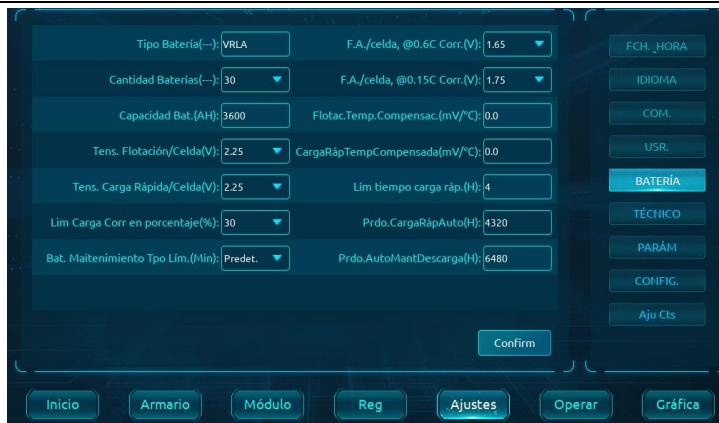

Figura 5-3 Período de ajuste para la descarga automática de la batería
- 2) Ingrese al menú secundario de ajustes de la batería en el submenú de Ajustes, como se muestra en la Figura 5-3 para el ajuste del período de descarga automática de la batería. Ajuste el período de descarga en "Período de descarga automática" y confirme (el período de autodiagnóstico de la batería es de 30 a 120 días, y si no se ajusta de forma predeterminada, el autodiagnóstico de la batería se desactiva).